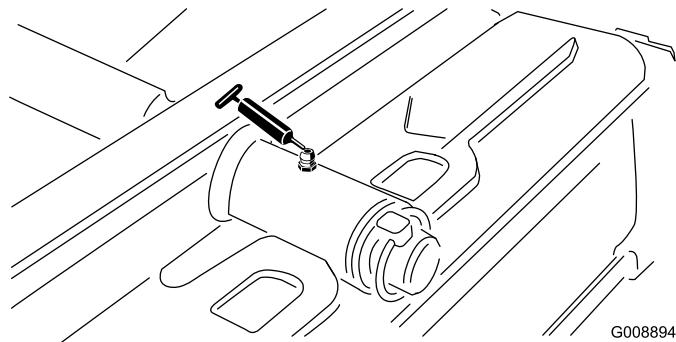

Figura 30
- Perno dell'apparato di taglio posteriore (Figura 30)